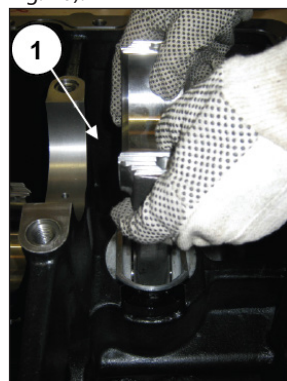
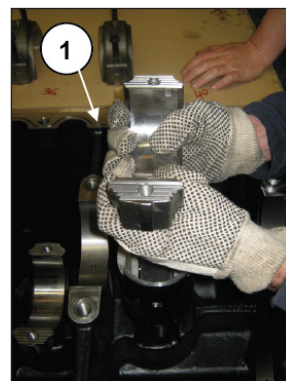

Fig. 39
Fig. 40
Procedere a sfilare la biella dal suo cilindro (pos. ①, Fig. 39) e successivamente estrarre i gruppi biella-guida pistone (pos. ①, Fig. 40).